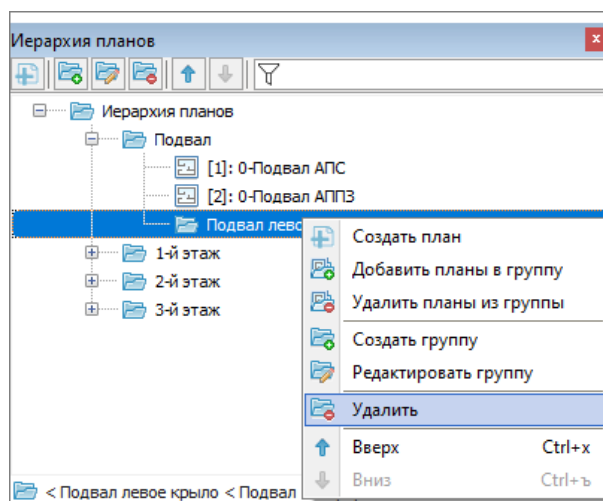

Рисунок 6-597 Удаление группы планов через контекстное меню группы планов
- либо вызовите для удаляемой группы планов контекстное меню и выберите в нем пункт « Удалить» (см. Рисунок 6-597).